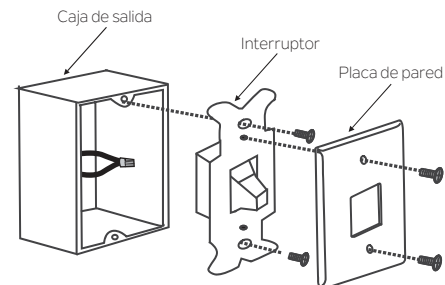

Figura 27
Paso 1. Retire la placa de pared existente y el interruptor antiguo de la caja de salida de pared. Conecte los cables NEGROS (corriente) con una tuerca para cables y empújelos para regresarlos al interior de la caja de salida. **(Figura 27)**